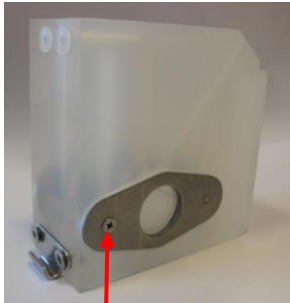

Figure 32
5. Dévisser les deux attaches des fenêtres d'observation (voir figure 32).
11. Fixez les fenêtres à l'aide des supports prévus à cet effet (voir Figure 32).